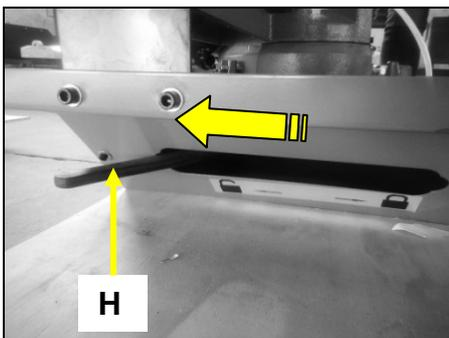
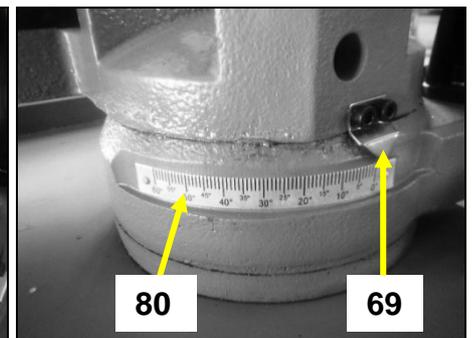

Fig 34
Fig 36
- Poussez la poignée (**H**) vers la gauche de façon à déverrouiller le bras pivotant de l'archet (**M**) (Fig 34), puis faites pivoter l'archet jusqu'à l'angle désiré en vous servant du curseur (**69**) et de la graduation (**80**) (Fig 36).